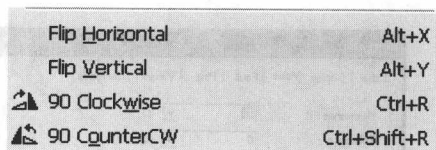

图 1-5 元件方向的调整
(2) 移动元件。按住鼠标左键, 将所选元件拖至电路工作区的任何位置。
(3) 调整元件的方向。右键单击要调整的元件, 弹出一个菜单, 如图 1-5 所示。菜单栏中有 4 种元件调整操作: 水平翻转 (Flip Horizontal)、垂直翻转 (Flip Vertical)、顺时针旋转 90° (90 Clockwise) 和逆时针旋转 90° (90 CounterCW)。